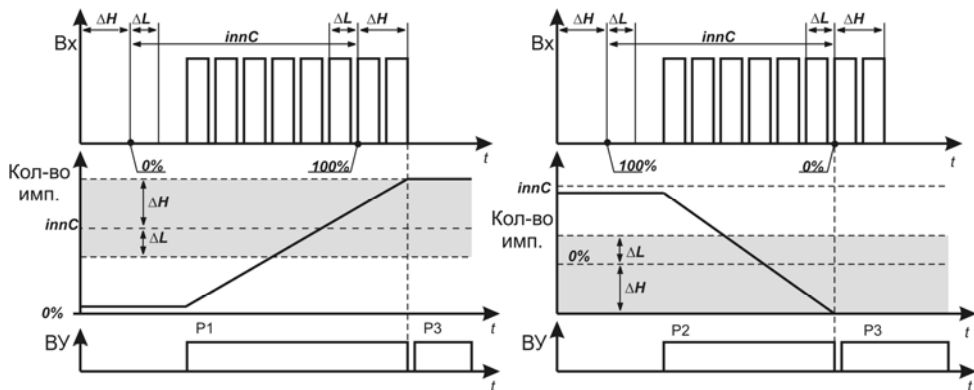

Рисунок 3.9
– холостой ход вала электропривода (проскальзывание) происходит, если значение счетчика превысило значение **innH**, а сигнал о превышении периода следования импульсов не поступил (см. рисунок 3.9, а – для открытия, б – для закрытия, $\Delta L = innC - innL$, $\Delta H = innH - innC$).